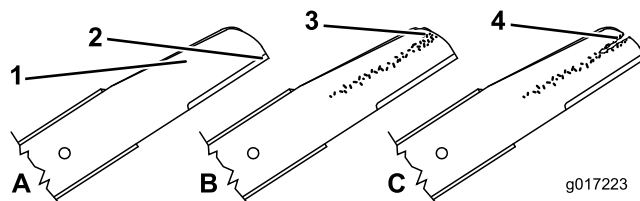

Figura 38
1. Inspeccione los filos de corte (Figura 38). Si los filos de corte no están afilados o tienen muescas, retire las cuchillas y haga que las afilen o cámbielas.
2. Inspeccione las cuchillas, especialmente la parte curva (Figura 38). Si observa cualquier daño o desgaste, o la formación de una ranura en esta zona, cambie las cuchillas inmediatamente por cuchillas nuevas.